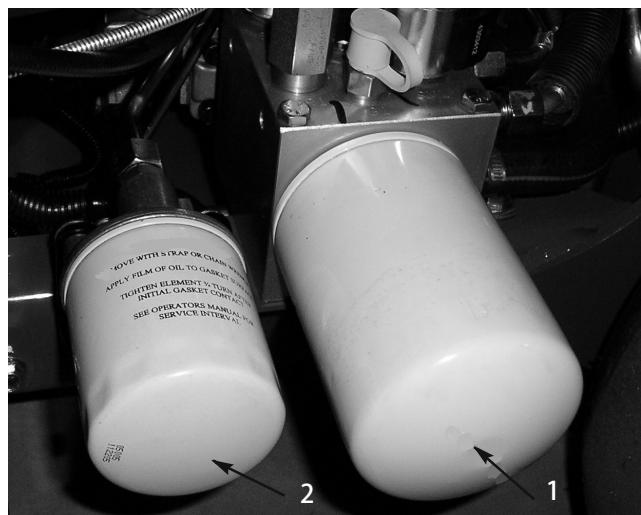

図 51
- フィルタの下に容器を置き、フィルタを外し、フィルタ・アダプタのガスケット部をきれいに拭く（図51）。